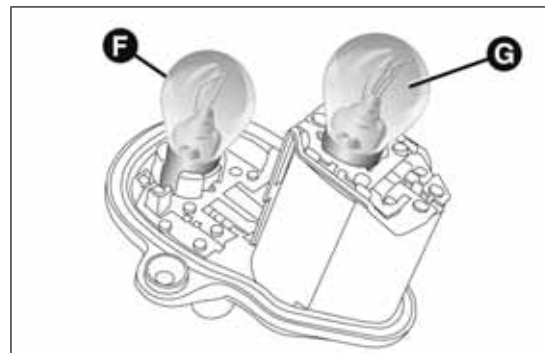

fig. 187
- ☐ a continuación, sustituir la lámpara correspondiente: F = intermitentes, G = luces de posición/freno fig. 187.